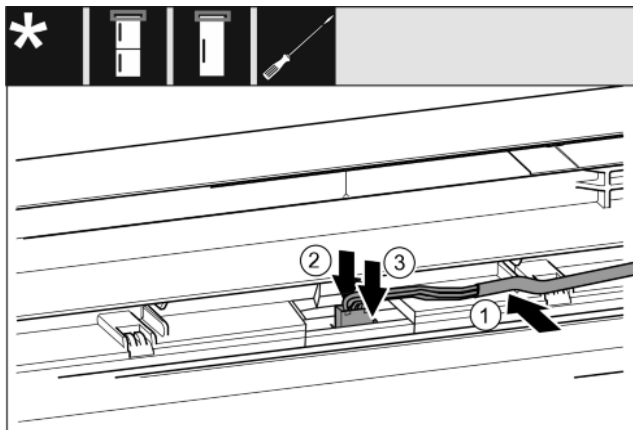

Fig. 35
- Sivi kabel namestite v vodilo v zgornjih vratih. Fig. 35 (1)
- Zaskočni nastavek potisnite nazaj Fig. 35 (2)
- Zataknite vtič. Fig. 35 (3)